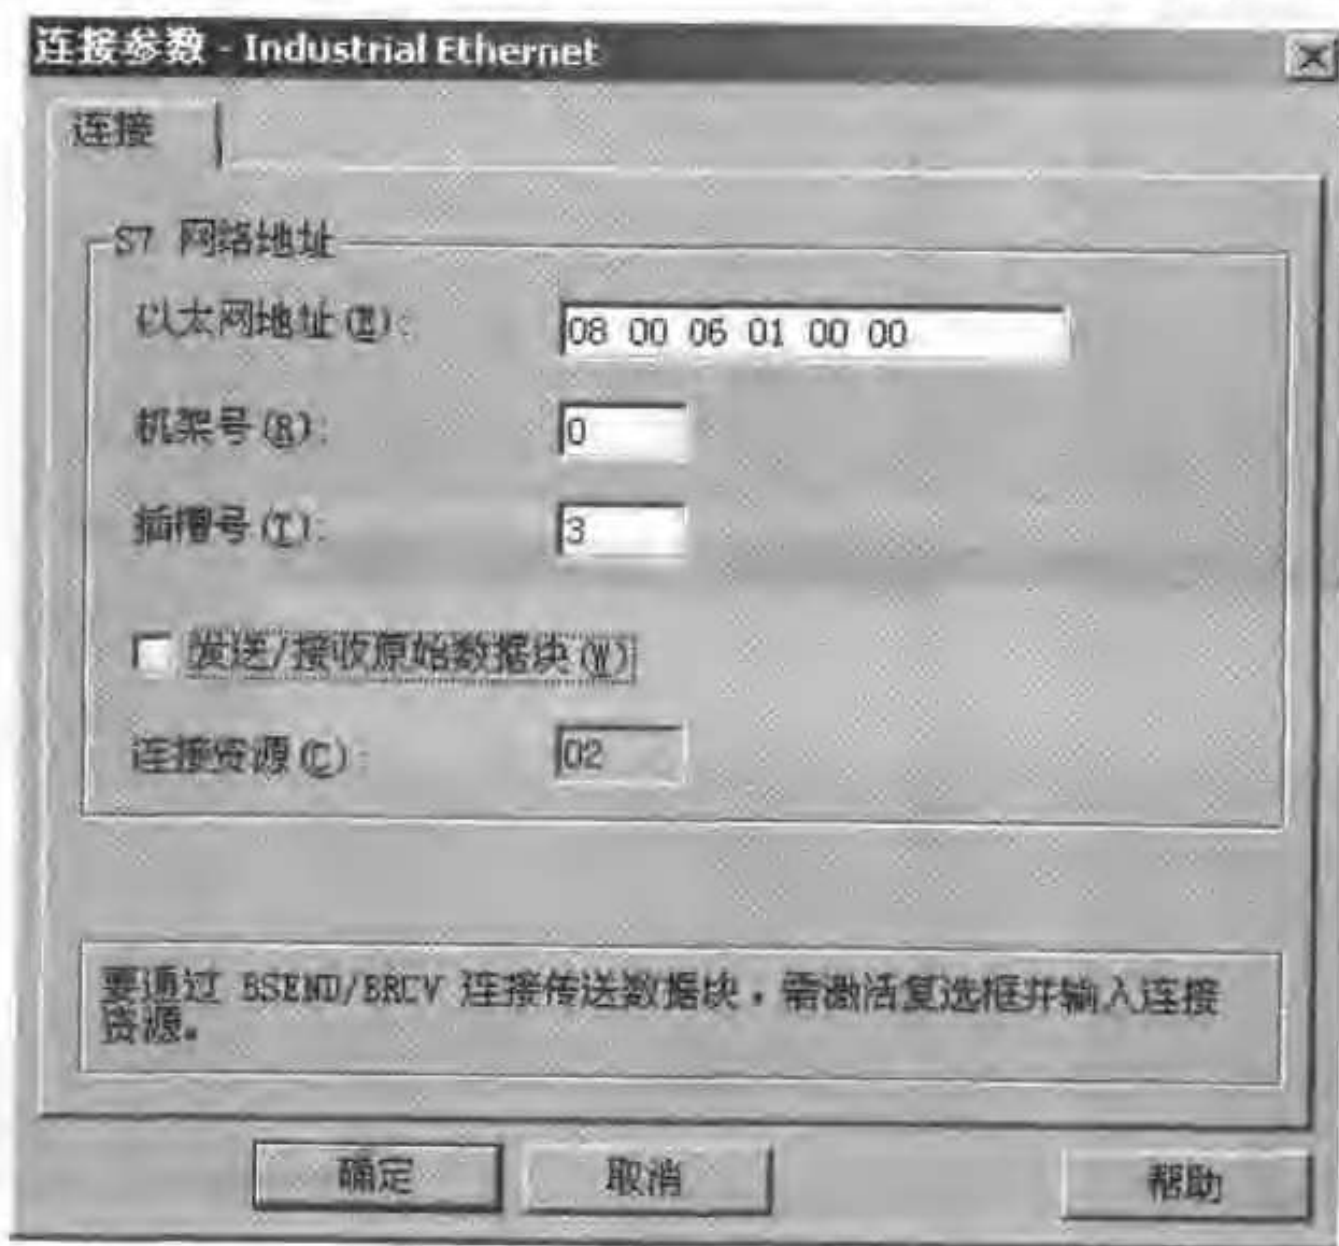

图 11-7 工业以太网连接参数设置
- 在“机架号”文本框中输入 CPU 所在的机架号, 在“插槽号”文本框中指定 CPU 所在的插槽号。此处应输入的是 CPU 的插槽号, 不是通讯处理器的插槽号。如果通讯处理器不是集成在 PLC 的 CPU 上, 则 CPU 与通讯处理器的插槽号不同, 如图 11-7 所示。